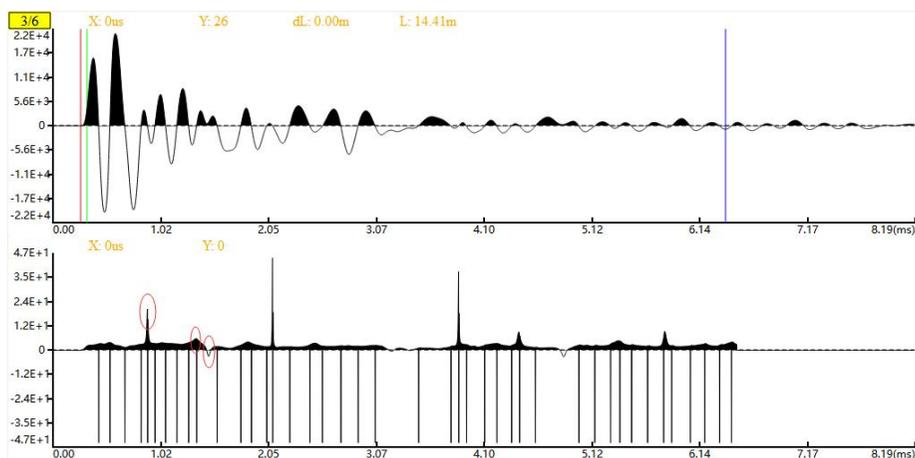

图 3-15 异常提取
- 异常提取：对需分析的波形进行异常提取操作，并显示在分析视图的第二块区域，变化如图 3-15 所示，点击异常提取之后观察下方的波形，从时域来分析该波形的变化和直观的观察的它的突变点（图中红色框圈起位置）可以分析判断缺陷大致位置，快捷键为 **AQ**。